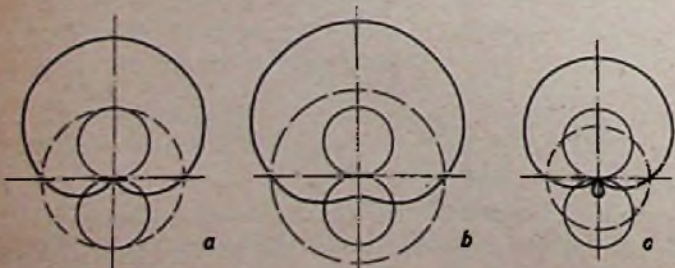

Bild 4. Richtkennlinien; — Kardioide, - - - - - Hilfsantennenspannung, ——— Peilspannung.
nung abgibt, wenn die Rahmenebene in die Ausbreitungsrichtung der Welle (Vektor  $\Phi$ ) gedreht wird, da dann der Winkel zwischen Ausbreitungsrichtung und Rahmenebene,  $\alpha$  in Gleichung (12), gleich 0 wird (also  $\cos \alpha = 1$ ). Dreht man den Rahmen jetzt aus dieser Maximumstellung um  $360^\circ$ , so folgt die induzierte Spannung einer  $\cos$ -Funktion; in Polarkoordinaten dargestellt, ergibt sich also als Empfangscharakteristik des Drehrahmens ein Doppelkreis. Führt man diese Spannung einem Empfänger zu, so ergeben sich bei der Drehung um  $360^\circ$  zwei Maxima und zwei Minima. Wie der Doppelkreis in Bild 4 sofort erkennen läßt, sind die beiden Maxima sehr flach, die beiden Minima dagegen sehr scharf ausgeprägt. Es ist daher bei diesem Peilverfahren üblich, die Minimumstellung des Rahmens zur Peilung auszunutzen. Die Ausbreitungsrichtung der Welle erscheint dann um  $90^\circ$  versetzt, was sinngemäß bei der Skaleneichung berücksichtigt werden kann.
Durch entsprechende Bemessung der Kopplung läßt sich erreichen, daß der Betrag der Hilfsantennen-Rundspannung dem Betrag der maximalen Rahmenspannung entspricht. In Bild 4 läßt sich dann die Hilfsantennenspannung als Kreis um die Rahmencharakteristik einzeichnen, und als Resultat ergibt sich die sogenannte „Kardioide“, deren Minimum, wie aus Bild 4a ersichtlich, gegenüber den Rahmenminima um  $90^\circ$  versetzt ist. Bei zu großer Hilfsantennenspannung entsteht die „Überkardioide“, bei zu kleiner die „Unterkardioide“, die beide keine saubere Minimumeinstellung ermöglichen (4b und 4c).